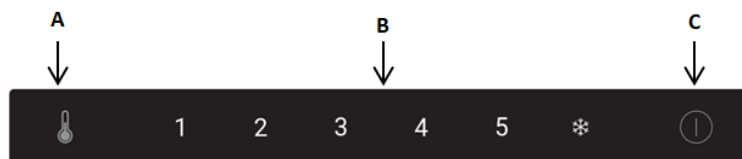

Rys. 2
6. ustawienie na panelu sterującym przedstawiające płatek śniegu (rys. 2) to funkcja super mrożenia. Powinna być używana podczas zamrażania dużych ilości żywności na raz. Aktywować tę funkcję 2 lub 3 godziny przed włożeniem żywności i nie pozostawiać jej dłużej niż to konieczne.